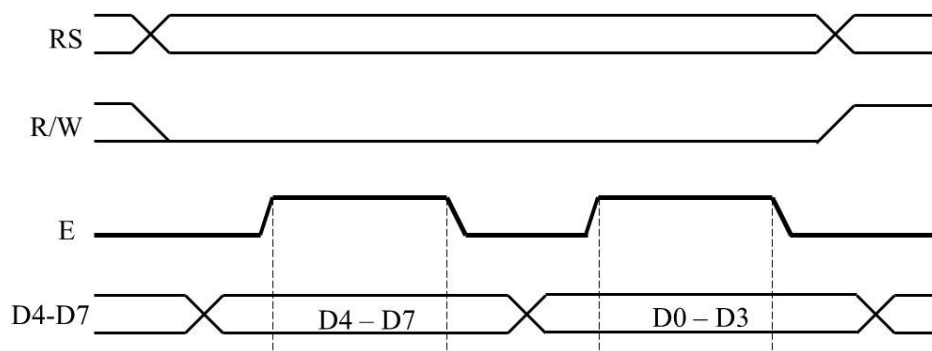

Figura 10 – LCD em modo 4 bits.
O protocolo completo exige o uso de 11 pinos, entretanto, a quantidade de pinos de um microcontrolador é um recurso limitado e geralmente escasso. Alguns microcontroladores do mercado possuem apenas 6 pinos utilizáveis. Com tão poucos pinos, é impossível implementar o protocolo LCD em modo paralelo. Uma alternativa muito comum é usar a configuração do LCD para barramento de dados de 4 bits. Neste caso, a transação de cada byte é feita com 2 acessos de 4 bits, o primeiro para os MSBs e o segundo para os LSBs. A Figura 10 mostra o caso de uma escrita no LCD.
**Exercício 3:** Use a função `i2cSend(...)` p/ ativar e desativar a retroiluminação do LCD. Note, pela figura 10, que é o BIT3 que controla a retroiluminação. Usando essa função, faça o LCD piscar em 1 Hz, aproximadamente. Na configuração da interface serial, mantenha a frequência da linha SCL abaixo de 100kHz. Note que existem duas versões do chip PCF8574 e um endereço para cada uma. Faça uma tentativa para ver qual o endereço de seu chip.